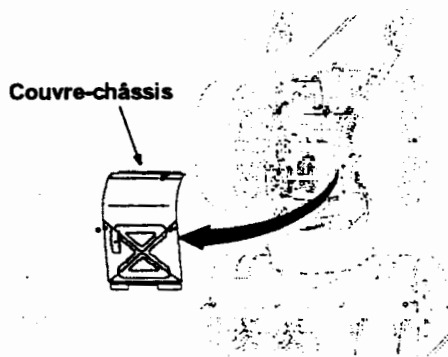

Figure 18
1. Enlevez les deux vis auto-taraudeuses du couvre-châssis, sous la souffeuse. Voir la Figure 18.
3. Basculez la souffeuse vers l'avant pour la faire reposer sur l'habitacle. Enlevez les deux vis auto-taraudeuses du couvre-châssis sous la souffeuse et écartez celui-ci. Voir la Figure 18.
5. Basculez la souffleuse vers l'avant pour la faire reposer sur l'habitacle. Enlevez les deux vis auto-taraudeuses du couvre-châssis sous la souffleuse et écarter-le. Voir la Figure 18.